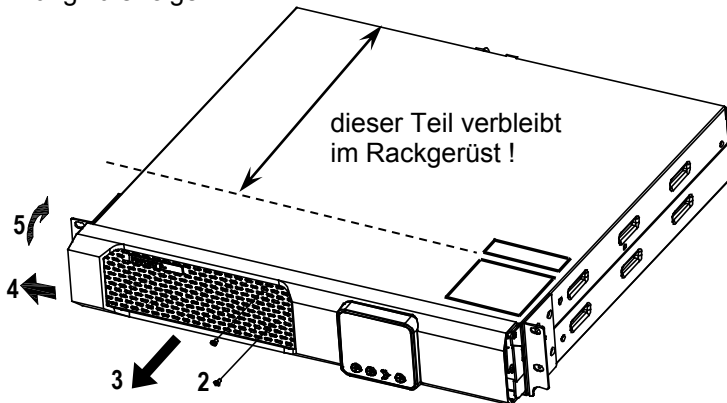

Abb. 22: Öffnen der USV-Frontblende
2. Fassen Sie nun seitlich links und rechts hinter die Frontblende und ziehen Sie die USV ca. 70 mm nach vorne aus dem Rackgerüst heraus (3), sodass der rechts vorne auf der Oberseite der USV aufgeklebte silberne Aufkleber mit den Sicherheitshinweisen sichtbar wird (s.a. nachstehende Abb. 22).
4. Verschieben Sie nun die Frontblende um einige wenige Millimeter seitlich nach links (4). Die Verriegelung löst sich ...
5. ... und Sie können die gesamte Front nach oben kippen (5). Die Flachbandleitung zum LCD Display dabei nicht trennen! Die Handhabung der Mechanik hat ohne größere Krafteinwirkung zu erfolgen.